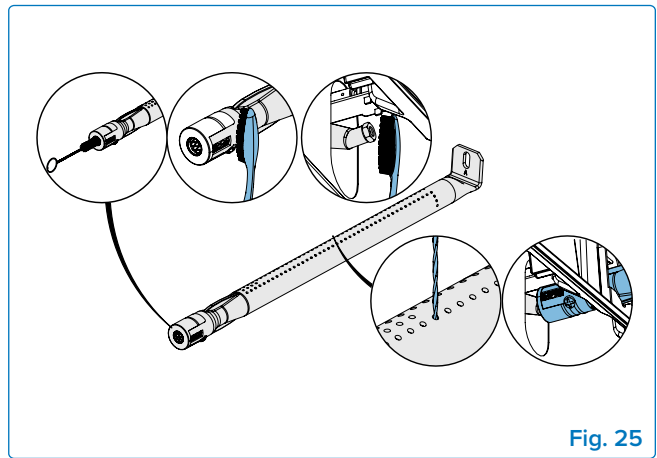

Fig. 25
- Limpie el interior del quemador usando un cepillo flexible para tubos venturi o, para áreas delicadas, un cepillo de cerdas suaves para eliminar suavemente los residuos (**Fig 25**).